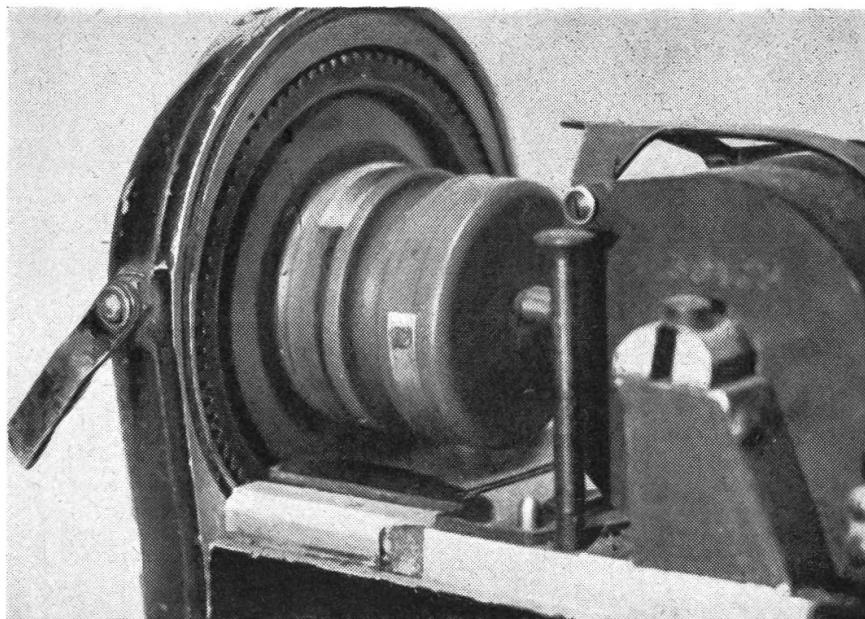

Abb. 94
- Fig. 94: Von den in Bakelit eingegossenen Leitern springen die Funken zu den Zündkabelanschlüssen über. Der hohen Spannung wegen ist keine Berührung nötig.